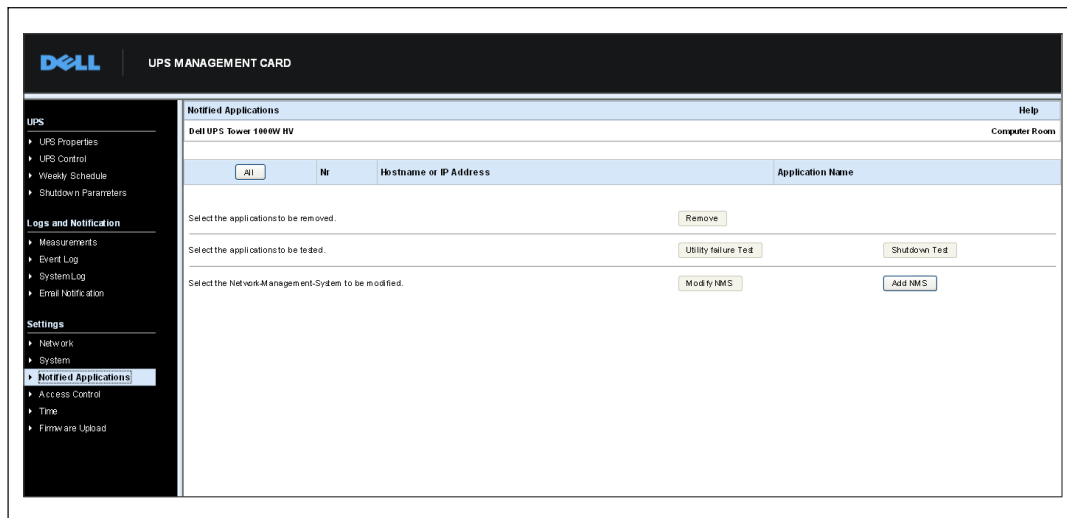

Figure 33. Page Applications notifiées
- 1 Sélectionnez **Applications notifiées** dans la barre de menus. La page Applications Notifiées s'ouvre (voir la Figure 33).